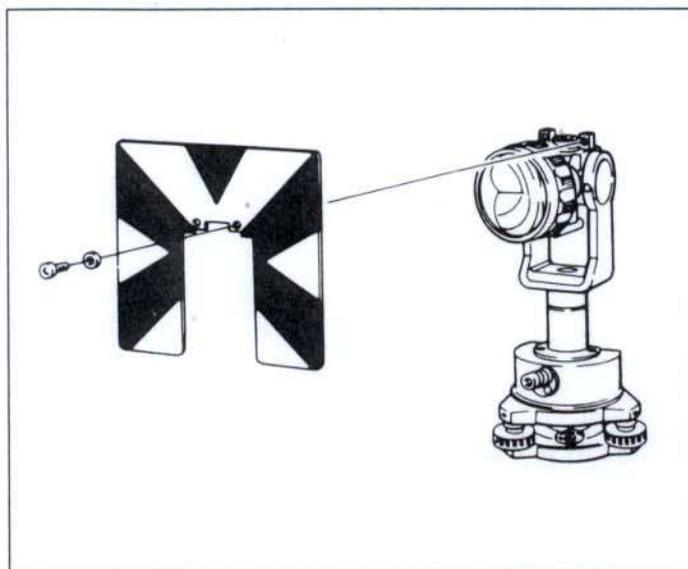

图 41-1
(2) 可倾斜式单棱镜架
- 与单棱镜共轴的觇板应可以用两个螺丝连结到棱镜架上。(图 41-1)